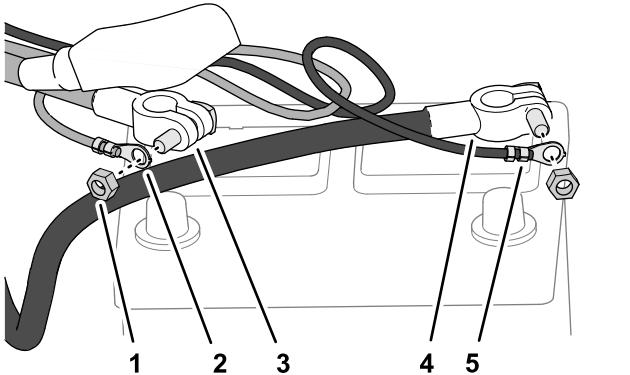

図 15
1. バッテリーケーブルのプラス端子とマイナス端子で、クランプボルトの短い側のクランプナットを外す図 15。
2. 電源ハーネスのリング端子のうちで、黒線の付いている端子を、バッテリーのマイナスケーブルにクランプナットで固定する図 15。
3. 電源ハーネスのリング端子のうちで、赤線の付いている端子を、バッテリーのプラスケーブルにクランプナットで固定する図 15。